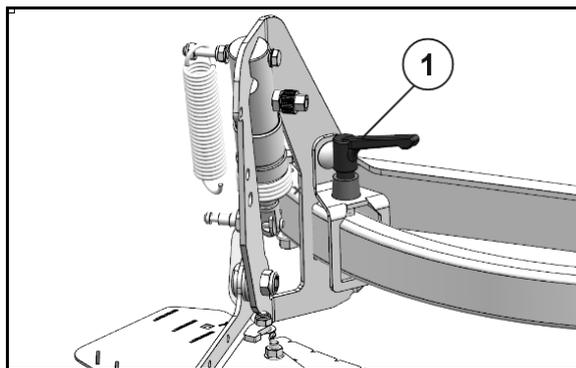

Fig. 63
1. Allentare la leva di bloccaggio (Fig. 63/1).